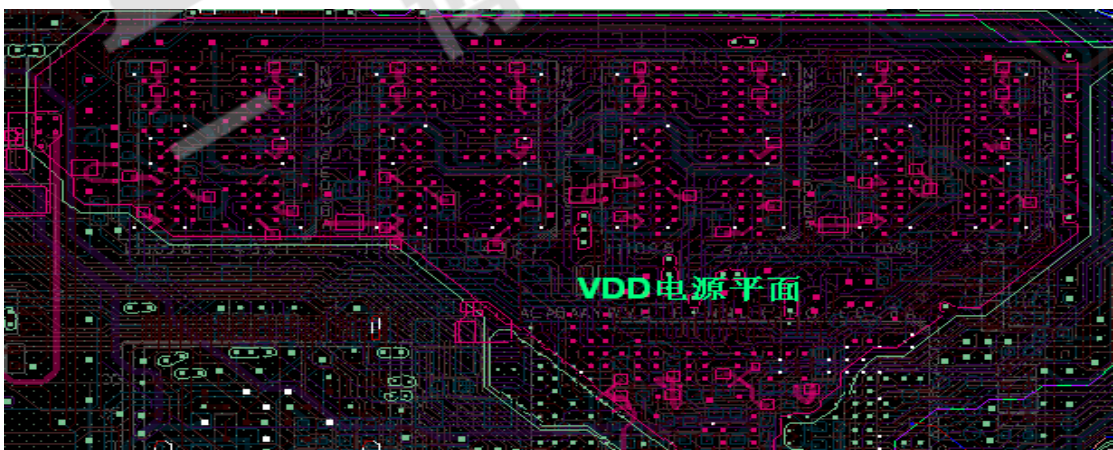

图 2: VDD 电源处理
1. VDD (1.5V) 电源是 DDR3 的核心电源，其引脚分布比较散，且电流相对会比较大，需要在电源平面分配一个区域给 VDD(1.5V)；VDD 的容差要求是 5%，详细在 JEDEC 里有叙述。通过电源层的平面电容和专用的一定数量的去耦电容，可以做到电源完整性。VDD 电源平面处理如下图 2 所示：